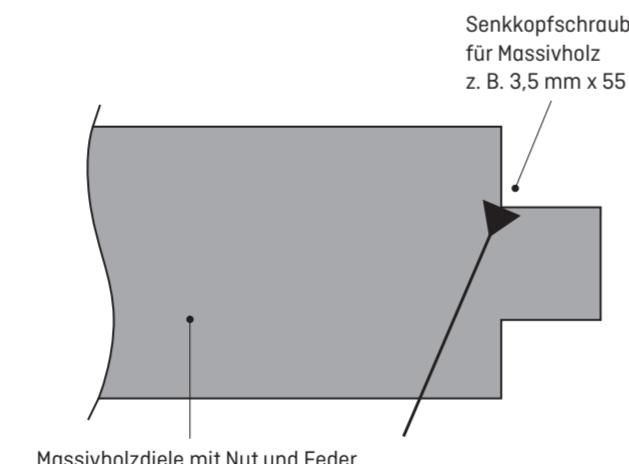

Abb. 2: Befestigung von Massivholzdielen in der AGEPLAN® TEP
- Hobeldielen können direkt in die MDF-Feder gemäß Abb. 2 verschraubt werden